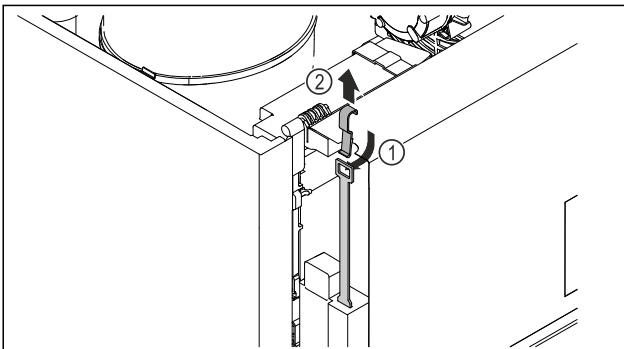

Fig. 244
- Inserire la chiave di sblocco di emergenza dall'alto Fig. 244 (1), agganciarla alla serratura e tirarla verso l'alto Fig. 244 (2).